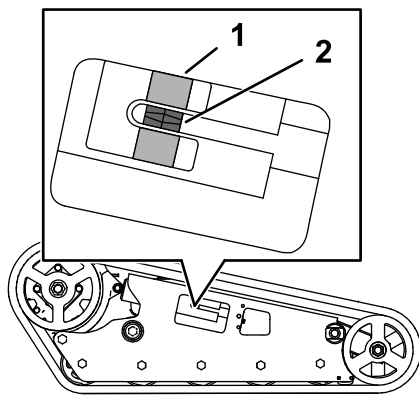

Bild 58
Stellen Sie sicher, dass der Spannblock mit der grünen Führung auf dem Aufkleber ausgefluchtet ist, oder dass der Block 1,3 cm von der Rückseite des Spannschraubenschlitzes entfernt ist (**Bild 58**). Stellen Sie sonst die Kettenspannung mit den folgenden Schritten ein:
4. Drehen Sie die Spannschraube mit einer Ratsche (1/2") nach links, bis der Spannblock mit der grünen Führung auf dem Aufkleber ausgefluchtet ist, oder er 1,3 cm von der Rückseite des Spannschraubenschlitzes entfernt ist (**Bild 58**).